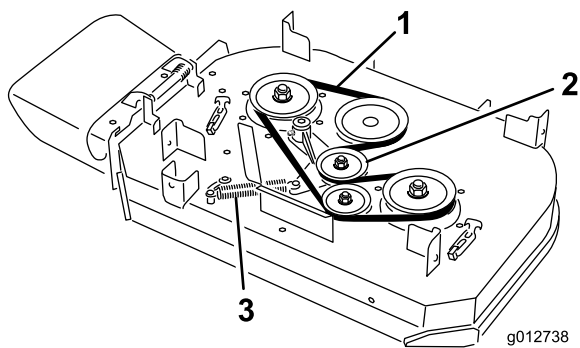

Figura 64
4. Sganciate la molla dal perno di ancoraggio sul braccio della puleggia tendicinghia (Figura 64).
5. Togliete la cinghia del tosaerba usurata (Figura 64).
6. Montate la nuova cinghia del tosaerba attorno alla puleggia della frizione, alle pulegge del piatto di taglio e alla puleggia tendicinghia (Figura 64).
7. Agganciate la molla al perno di ancoraggio sul braccio della puleggia tendicinghia (Figura 64).
6. Montate la nuova cinghia del tosaerba attorno alle pulegge del piatto di taglio e alla puleggia tendicinghia (Figura 64).
5. Sganciate la molla dal perno di ancoraggio sul braccio della puleggia tendicinghia (Figura 64).
6. Togliete la cinghia del tosaerba usurata (Figura 64).
7. Montate la nuova cinghia del tosaerba attorno alle pulegge del piatto di taglio, alla puleggia della frizione e alla puleggia tendicinghia (Figura 64).
8. Agganciate la molla al perno di ancoraggio (Figura 64).